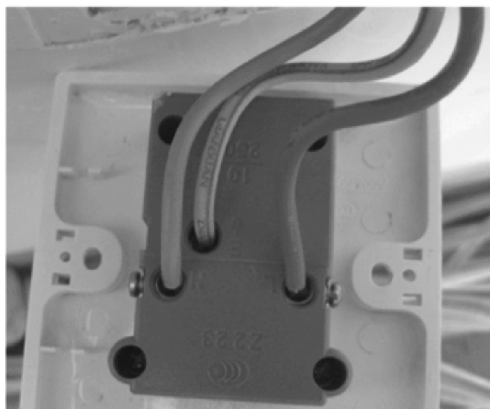

图 6-23 连接完成的插座
7) 将接地线插入插座的接线孔中,再使用十字螺钉旋具,拧紧固定,如图 6-23 所示。